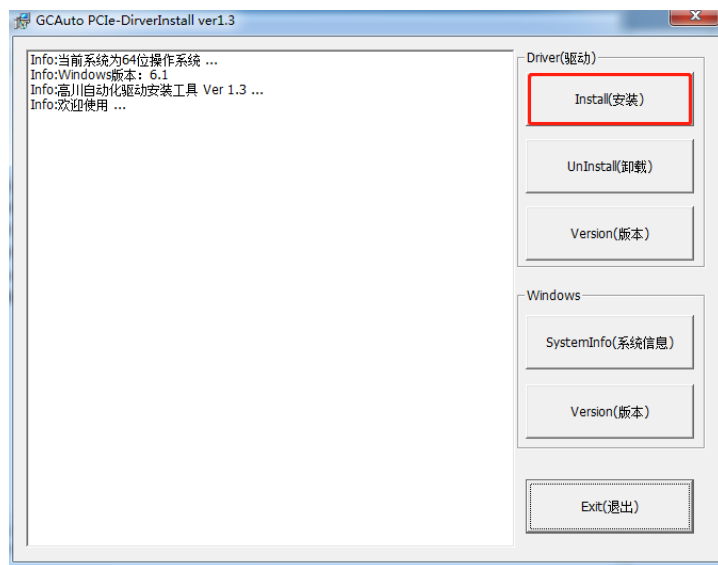

图 2.2.1 驱动安装界面
(1) 电脑关机状态插上 PCIE 卡，开机后，打开路径“PCIE 系列光盘资料 2022\PC 开发资料\驱动工具\高川 PCIE 卡驱动安装管理工具”双击 DriverInstall.exe 如图 2.2.1 驱动安装界面；